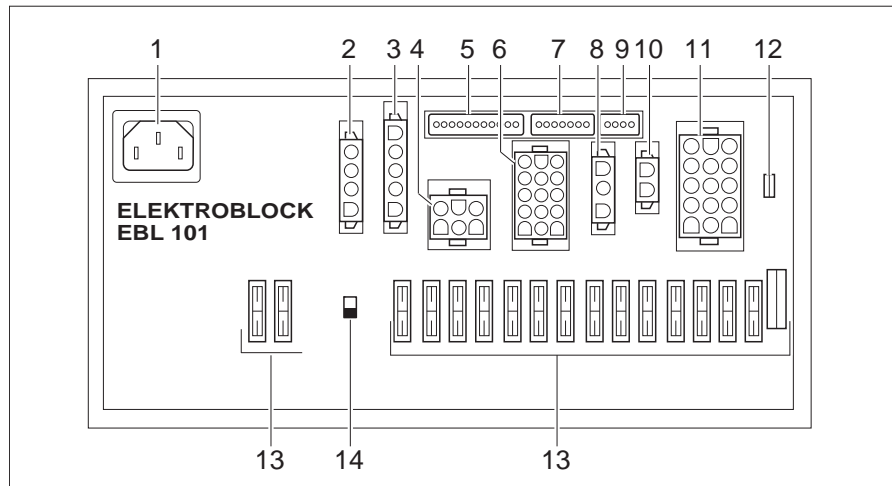

Fig. 167 Bloque eléctrico (EBL 101)
Según el modelo, el bloque eléctrico (Fig. 167) se encontrará en la consola de asiento debajo del asiento del conductor o debajo del asiento del acompañante.
- Lugar de instalación** Según el modelo, el bloque eléctrico (Fig. 167) se encontrará en la consola de asiento debajo del asiento del conductor o debajo del asiento del acompañante.